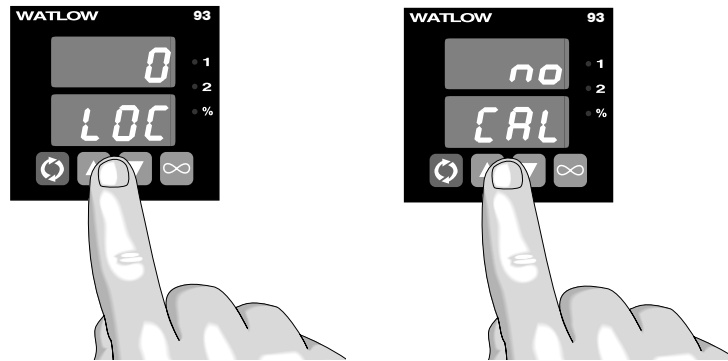

Figure A.3 — Accès au menu d'étalonnage.
3. Mettre le régulateur sous tension et le laisser réchauffer 15 minutes. Une fois réchauffé, accéder au menu d'étalonnage. Voir la figure A.3. Choisir .
3. Mettre le régulateur sous tension et le laisser réchauffer pendant 15 minutes. **Une fois réchauffé**, accéder au menu d'étalonnage . Voir la figure A.3. Choisir . Appuyer sur la touche de progression  jusqu'à ce que **0.00** soit affiché.
3. Mettre le régulateur sous tension et le laisser réchauffer pendant 15 minutes. **Une fois réchauffé**, accéder au menu d'étalonnage . Voir la figure A.3. Choisir . Appuyer sur la touche de progression  jusqu'à ce que **4** soit affiché.
3. Mettre le régulateur sous tension et le laisser réchauffer pendant 15 minutes. **Une fois réchauffé**, accéder au menu d'étalonnage [CAL]. Voir la figure A.3. Choisir YES. Appuyer sur la touche de progression [➡] jusqu'à ce que l'invite [400] soit affichée.